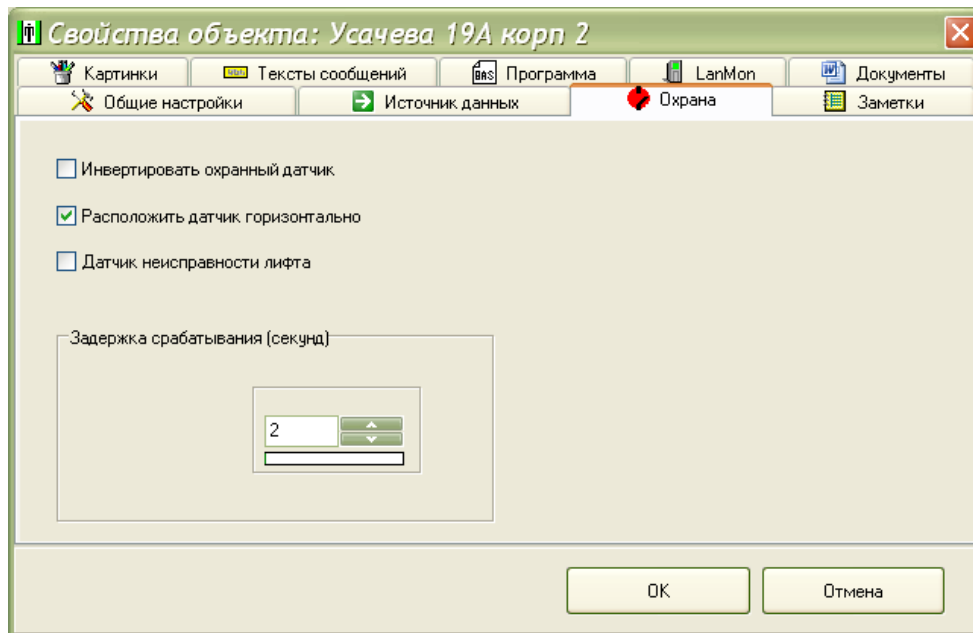

Рисунок 36
4) На вкладке «Охрана» задать задержку срабатывания охранного датчика (рекомендуется 1 с). Датчик можно расположить на карте горизонтально, установив соответствующую галочку (рисунок 36). При использовании датчиков с нормально разомкнутыми контактами установить признак инвертирования. Нажать кнопку «ОК» для сохранения настроек. Аналогично настроить остальные охранные датчики.